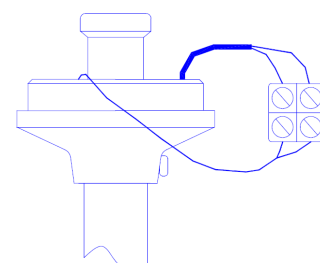

Рисунок 2.4 – Подключение.
4. Произведите электрическое соединение питающего кабеля, выходящего из трубы, и патрона светильника с помощью клеммной колодки, которая подключена к патрону (рисунок 2.4). Подключите, с помощью винтового соединения, заземляющий провод (обычно желто-зеленого цвета) к соответствующему месту в основании светильника, которое обозначено символом .